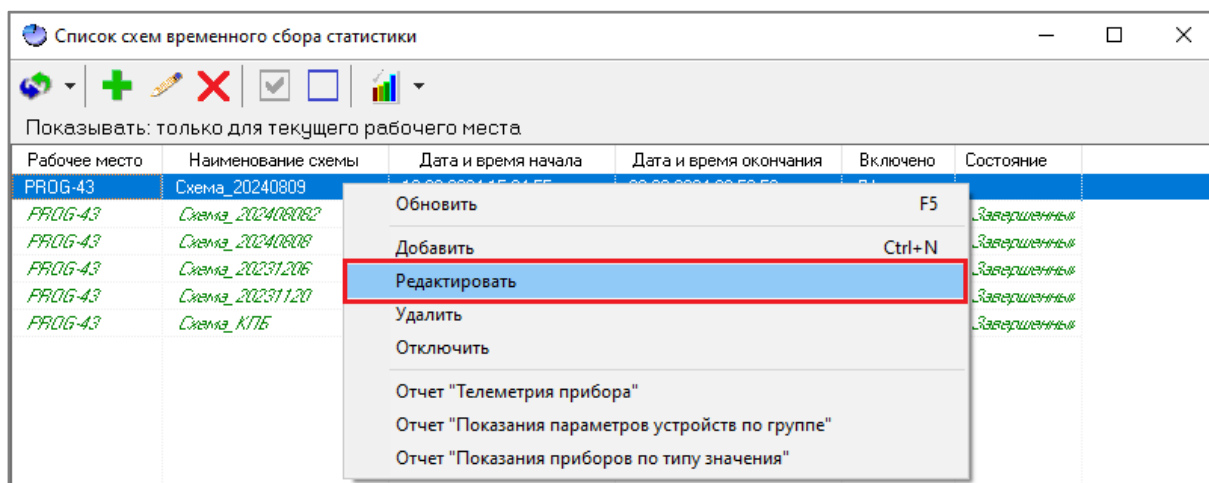

Рисунок 11-118 Редактирование схемы ВСС через контекстное меню области списка схем ВСС окна "Список схем временного сбора статистики"
- либо вызовите контекстное меню области списка схем ВСС (см. п. 11.6.1.2.1) окна «Список схем временного сбора статистики» и выберите в нем пункт «Редактировать» (см. Рисунок 11-118).